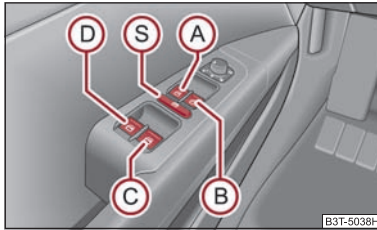

Fig. 39 Tastele din portiera șoferului
Comutatoarele pentru fiecare geam se găsesc în cotiera șoferului ⇒ fig. 39, pasagerului din dreapta și în ușile din spate ⇒ pagina 54, fig. 40.
Apăsând comutatorul de siguranță (S) ⇒ fig. 39, puteți scoate din funcțiune tastele din ușile din spate. Apăsând încă o dată comutatorul de siguranță (S), puteți restabili funcționarea tastelor din ușile din spate.
- Când se transportă copii pe locurile din spate, vă recomandăm să scoateți din funcțiune comutatoarele din ușile din spate (comutatorul de siguranță) (S) ⇒ fig. 39.